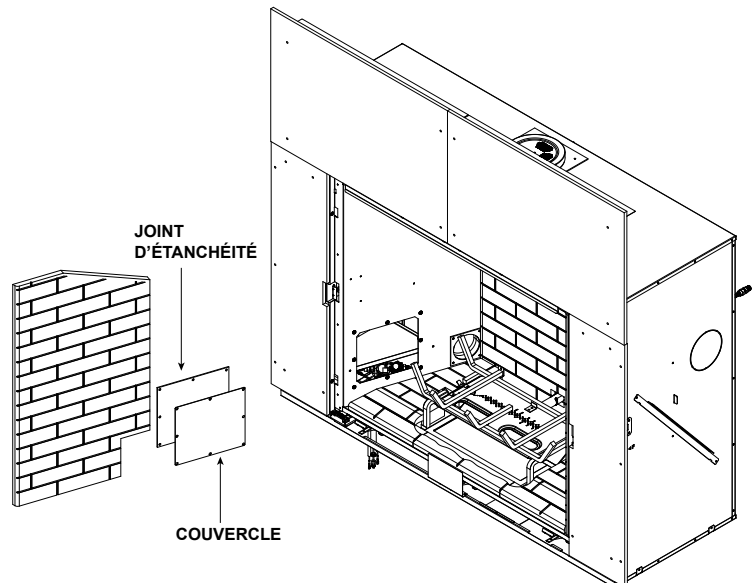

Figure 12.2 Accès à la boîte de jonction
- La boîte de jonction est accessible via la colonne de gauche avant si les matériaux de finition n'ont pas été installés. La boîte de jonction est également accessible via le panneau d'accès de la chambre de combustion. Voir la figure 12.2.